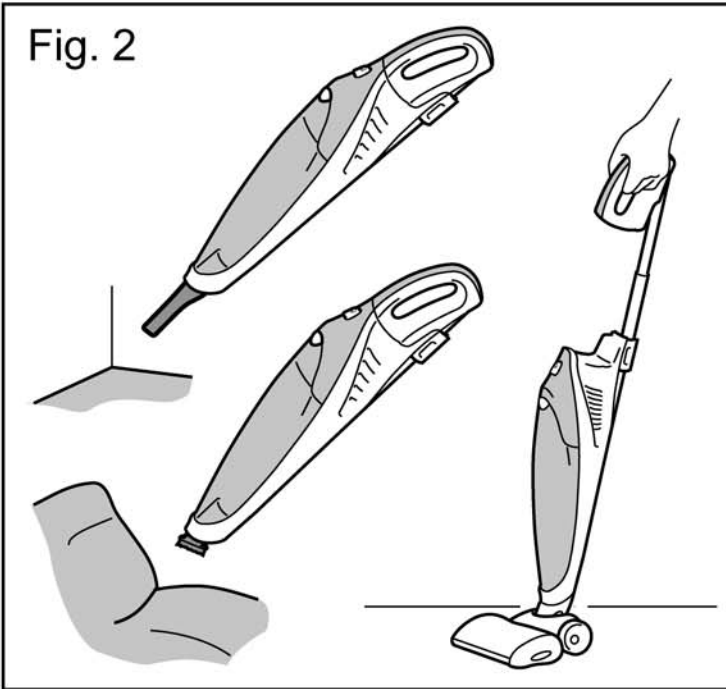

Fig. 3
- Introduzca el cepillo multiusos (19) en la boca de aspiración y presione después hacia el interior hasta que oiga un “clic”. Para su extracción presione ligeramente sobre el botón de desbloqueo del cepillo multiusos (20) y tire hacia fuera. (fig. 3).